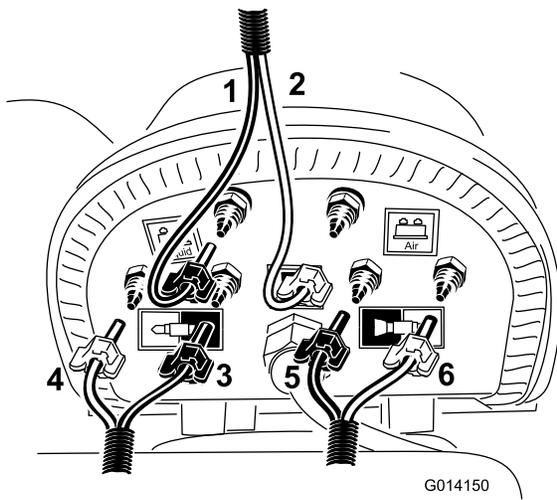

Figura 15
2. Montate i tubi blu e trasparente sui corrispondenti raccordi scanalati superiori del compressore (Figura 15).
4. Individuate il flessibile della schiuma disposto in direzione della barra sinistra e montate i tubi blu e trasparente nei punti illustrati in Figura 15.
5. Individuate il flessibile della schiuma disposto in direzione della barra destra e montate i tubi blu e trasparente nei punti illustrati in Figura 15.